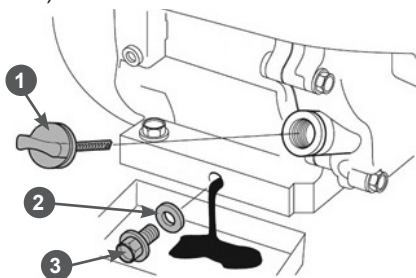

Рис. 14 Замена моторного масла
(1) Техническое обслуживание должно осуществляться более часто, при работе в пыльных условиях.
(2) Эти работы должны выполняться только в авторизованном сервисном центре.
- Осторожно открутите крышку-щуп 1 из маслозаливной горловины, протрите её насухо и отложите в сторону (Рис. 14).
- Открутите пробку для слива масла и слейте отработанное масло в подготовленную для этого емкость (Рис. 14).